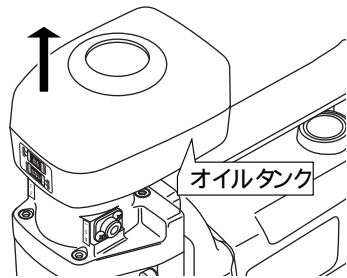

図5-1
(1)オイルタンクを図5-1の矢印の方向に引き抜いてください。